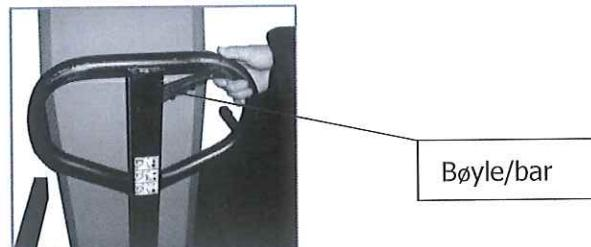

Fig.16(For reference only)
- **Senking:** Dra opp bøylen i høyre håndtak (Fig.16), og jekke-anordningen senker søylen til bakken